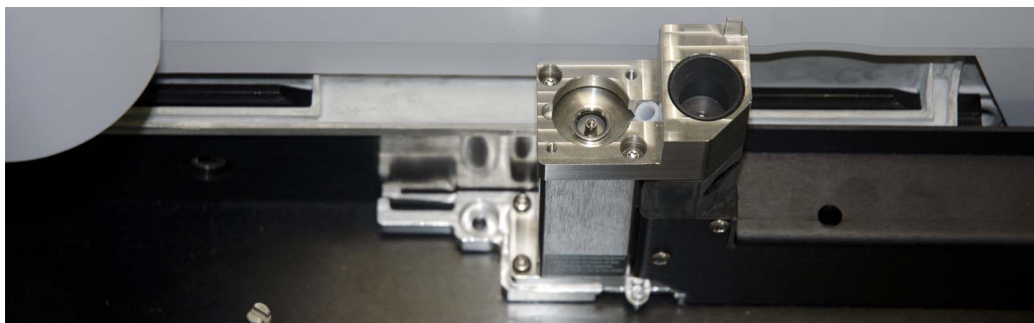

図 52 メインフレーム上に配置された秤量モジュール
- 1 秤量モジュールの底部のノブ（図 50）をメインフレーム表面の開口部（図 51）にそろえ、メインフレームに慎重に置きます。秤量モジュールベースが表面に平らに配置されていることを確認します（図 52）。